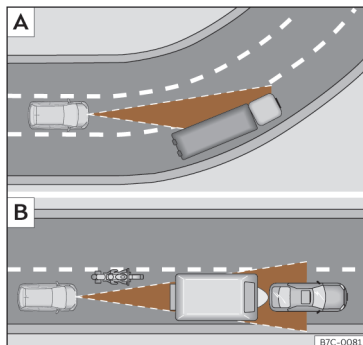

Fig. 132 **A** Veículo numa curva. **B** Motociclo que circula à frente, fora do raio de alcance do sensor de radar.
O ACC poderia não detetar em curva o veículo precedente ou poderia regular a distância com veículos que se encontram noutras faixas >>> **Fig. 132 A).**
- Veículos que circulem desalinhados ou fora da zona de deteção do sensor, por exemplo, motociclos >>> **Fig. 132 B).**